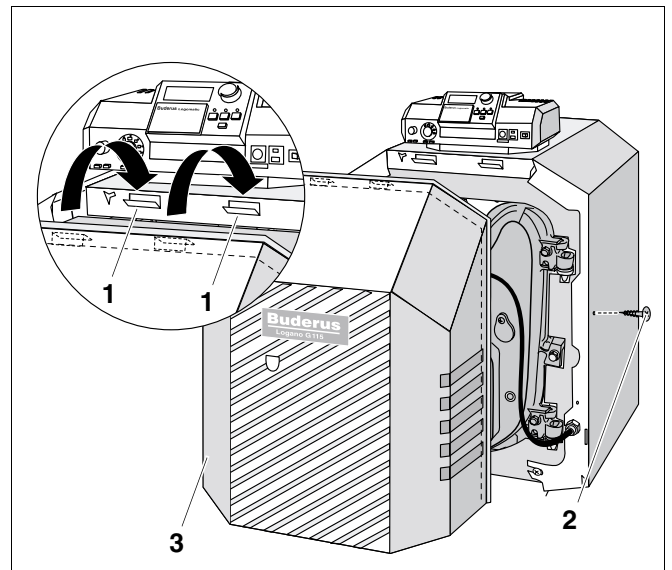

Fig. 31 Montarea capacului arzatorului
- Prindeti (fig. 31, **poz. 3**) capacul arzatorului (fig. 31, **poz. 1**) la clemele de la mantaua cazanului.
- La stanga si la dreapta insurubati respectiv cate un surub (fig. 31, **poz. 2**) in capacul arzatorului.